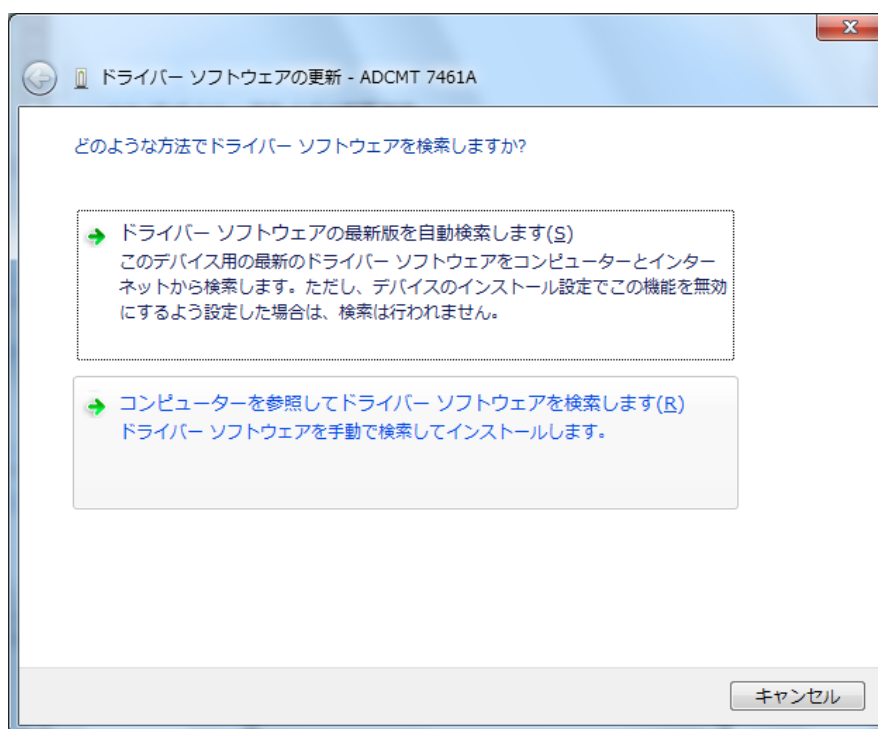

図 2-3
- ② 「ドライバーソフトウェアの更新(P)...」を選択すると図 2-3 の画面の表示になります。
- ③ 「コンピューターを参照してドライバーソフトウェアを検索します(R)」をクリックします。